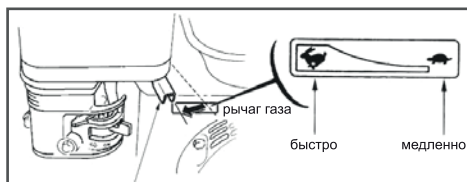

Рис.32
3. Переведите рычаг газа (Рис. 32) на 1/3 хода в сторону положения максимальных оборотов двигателя (обозначение зайца на наклейке - максимальные обороты, черепахи - холостые обороты).
1. Откройте топливный кран, переместив рычаг топливного крана в рабочее положение (ON).
3. Переведите рычаг газа (Рис. 32) на 1/3 хода в сторону положения максимальных оборотов двигателя (обозначение зайца на наклейке максимальные обороты, черепахи холостые обороты).